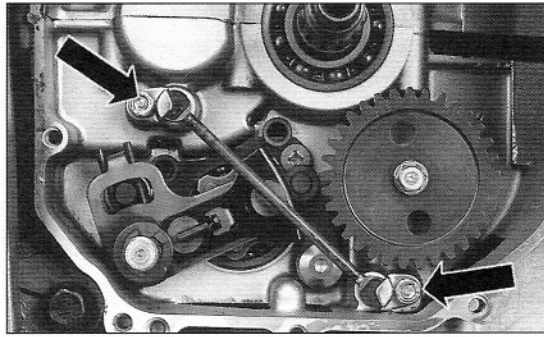

Bild 186
- Ölleitung (Bild 186) mit so gut wie neuen O-Ringen anbringen.